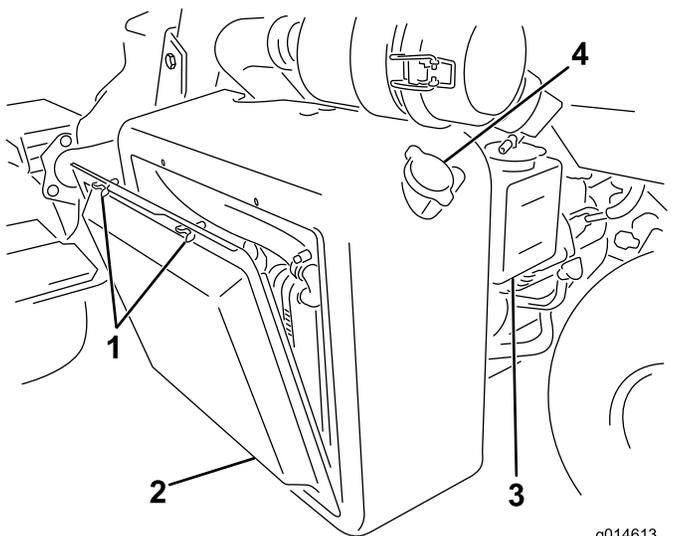
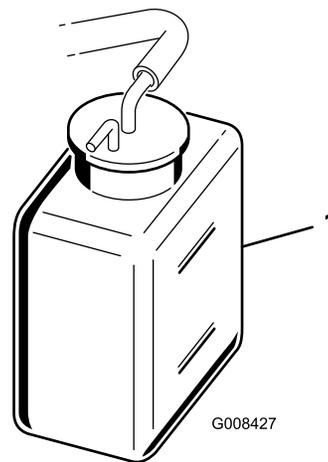

図 44
図 45
1. ラジエーターのスクリーンを外す 図 44。
2. 冷却液の量を点検する 図 44 と 図 45。